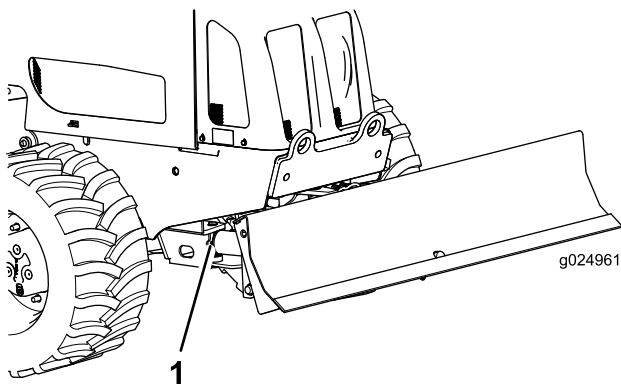

Figura 58
2. Conecte a pistola de graxa às graxeiras em cada cilindro do ângulo da lâmina e aplique 3 bombeadas de graxa em cada graxeira (Figura 58).